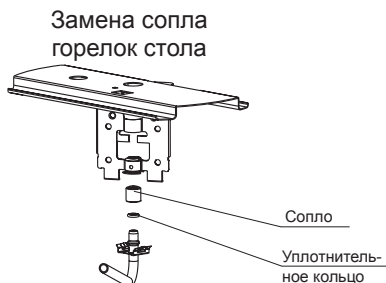

рис. 16
22.1. Проведение замены сопла при ремонте, а также при переводе на другой тип газа (рис.16, 17, 18)
6. Снять установленные сопла, для этого отверткой необходимо отсоединить металлическую защелку от отбортовки гнезда держателей сопла и вывести газоподводящую трубку вместе с соплом из гнезда, затем снять сопло с трубки газа (рис.16). Резиновые уплотнительные кольца рекомендуется оставить на трубках.